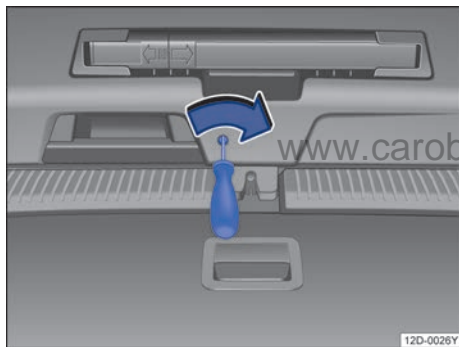

图 57 行李厢应急解锁
- 用长型工具插入槽沿箭头方向拨动行李厢盖应急解锁装置→图 57，同时将行李厢盖向外推，直到其打开。